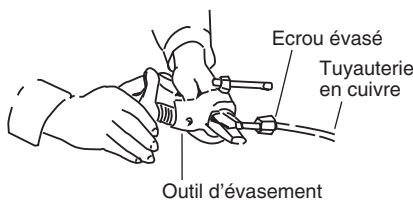

Fig. 5-3
- (3) Enlevez l'écrou évasé de l'unité, et montez-le sur le tube en cuivre.
- (4) Créez un évasement à l'extrémité du tube en cuivre avec un outil d'évasement. (Fig. 5-3)